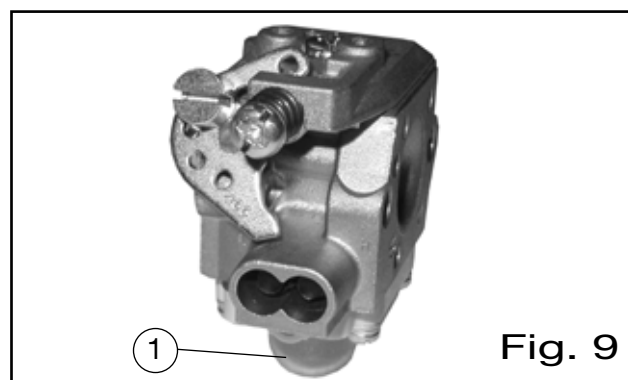

Fig. 9
- Com o motor frio pressione o bulbo do pescador de injeção (part. 1, Fig. 9), 5-6 vezes até a saída da mistura do apropriado tubo de descarga (de modo a encher totalmente todas as câmaras do carburador).